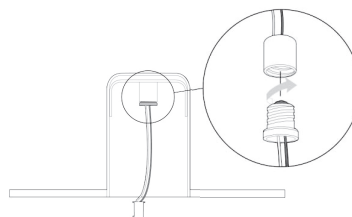

Figure 1 - Fixez le connecteur de type Edison en le vissant dans la douille
1. Branchez le connecteur de type Edison ou GU24 à la douille du boîtier encastré (de la manière illustrée à la Figure 1).